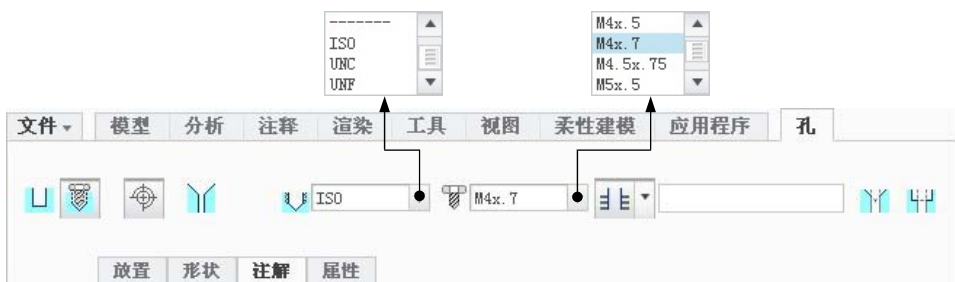

图 5.14.11 螺孔操控板界面
Step3. 在操控板中按下“创建标准孔”按钮 ; 选择 ISO 螺孔标准, 螺孔大小为 M4 × 0.7, 深度类型为 (穿透), 如图 5.14.11 所示。